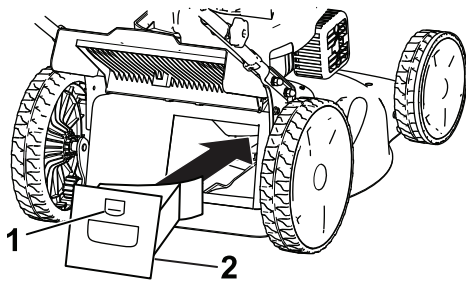

Figura 17
1. Levante y sujete el deflector trasero (Figura 17).
2. Instale el tapón de mulching en la carcasa y bloquee el tapón en el hueco de la carcasa (Figura 17).